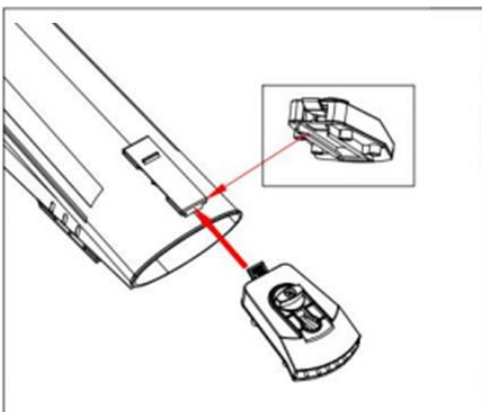

Fig. 4
- Fixez le râteau (10) et les roues de guidage (11) sur le tube le plus bas une fois entièrement assemblé. (se référer aux Fig. 4 et 5)